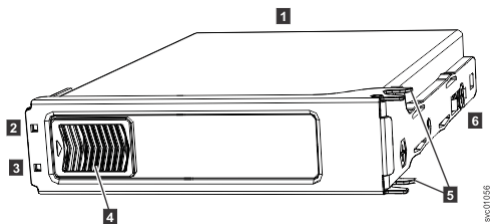

Figure 144. Voyants d'une unité
La Figure 144, à la page 130 montre les composants d'une unité. Chaque unité dispose d'un indicateur En ligne (2) et d'un indicateur de panne (3).